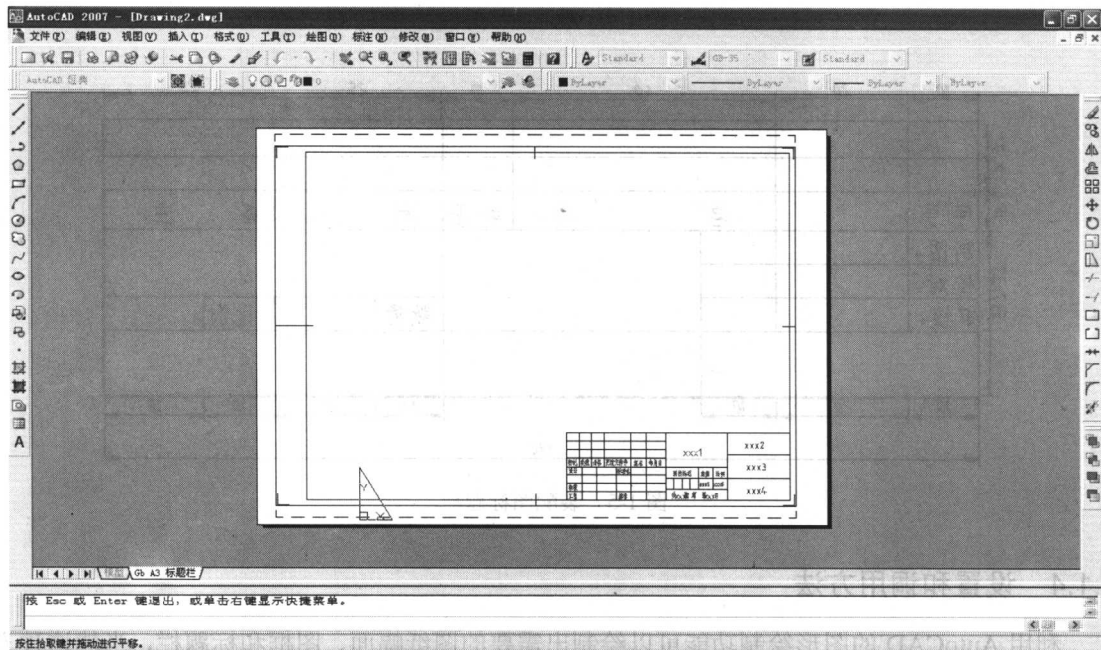

图 1-7 A3 样板文件
- (2) 在“文件类型”下拉列表中选择“图形样板 (.dwt)”。
- (3) 系统默认的当前文件夹为“Template”。如果不是，则在文件列表中设置当前文件夹为“Template”。
- (4) 在“名称”列表框中，选择 Gb_a3_Named Plot Styles 文件，单击“打开”按钮，则屏幕上会出现调出的 A3 图纸幅面，如图 1-7 所示。